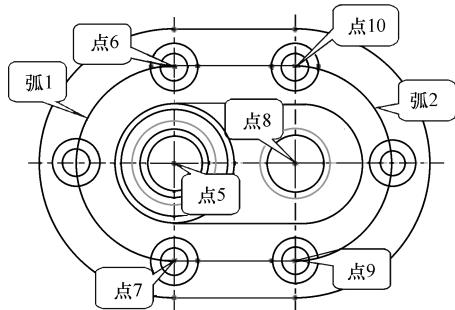

图 10-140 绘制圆弧
(28) 在【插入】选择组中单击【圆心和端点弧】按钮 ，在图形区依次拾取刚才定义的参照点5、点6和点7，绘制圆弧1；在图形区依次拾取刚才定义的参照点8、点9和点10，绘制圆弧2，如图 10-140 所示。完成后在图形区单击鼠标中键。
(29) 在俯视图中按住〈Ctrl〉键选择刚才绘制的4条线，单击鼠标右键，在弹出的快捷菜单中选择【线造型】选项，弹出【修改线造型】对话框。
(30) 在【线型】列表中选择“CTRLFONT_S_L”，单击【应用】按钮，图形区这4条线变为中心线，单击【关闭】按钮，关闭对话框。